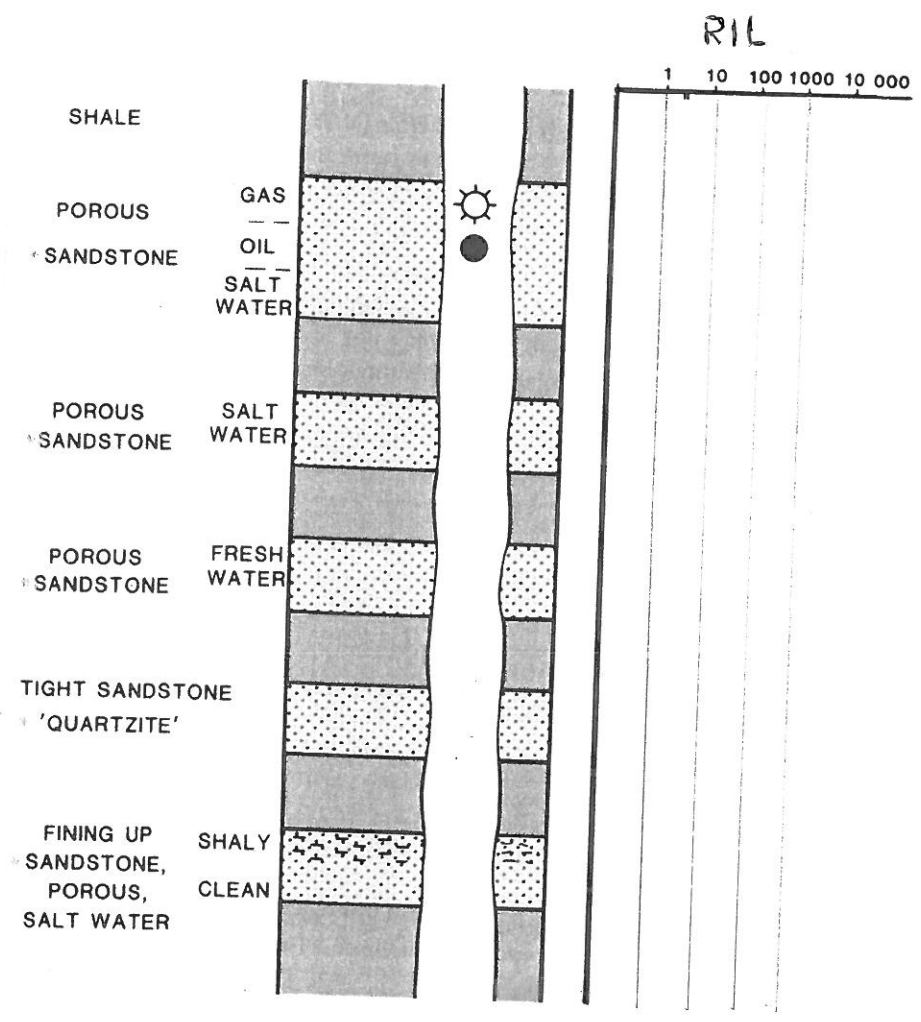

Fig. 1.1
- b) Tegn inn hvordan du forventer at induksjonsloggen (RIL) vil se ut basert på litologien i Fig. 1.1. Hvordan vil induksjonsloggen (RIL) være påvirket av utvasking av borehullet?